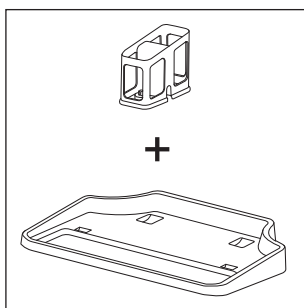
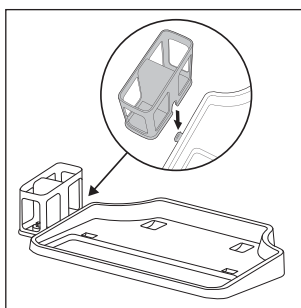

Abb. 4
Abb. 5
- ♦ Die Park- und Reinigungsstation besteht aus einer Abstellschale ❹ und einem Bürstenrollenhalter ❺ (siehe Abb. 4). Um die Park- und Reinigungsstation zu montieren, schieben Sie den Bürstenrollenhalter ❺ seitlich in die Öffnung an der Abstellschale ❹. Schieben Sie den Bürstenrollenhalter ❺ nach unten, bis dieser hörbar in der Öffnung einrastet und fest an der Abstellschale ❹ sitzt (siehe Abb. 5).